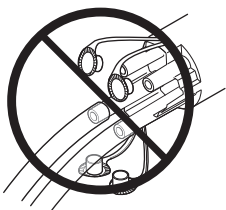

図5 すべての未使用マニホールドポートを閉鎖
4. 未使用のマニホールドポートはすべて対応するキャップで閉じてください (図5)。